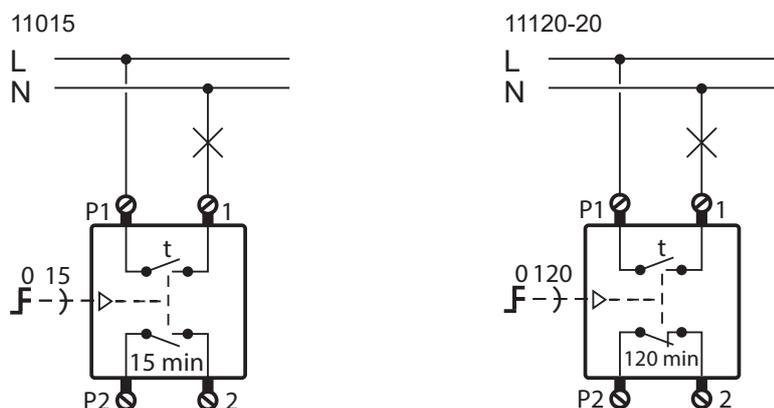

Abb. 2: Anschlusspläne
- Einsatz gemäß Anschlussplan anschließen. (Abb. 2)